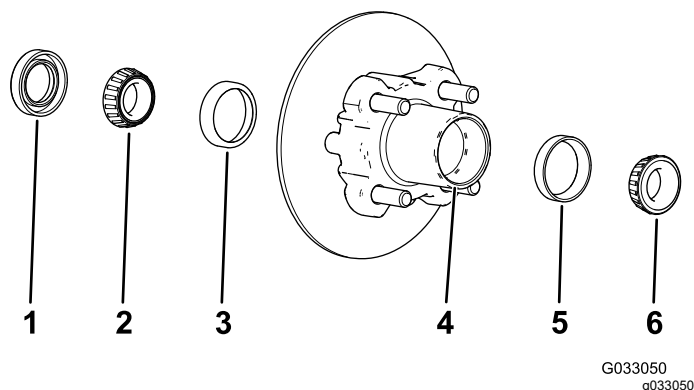

図 27
1. ハブから外側のベアリングとベアリングレースを取る 図 27。
2. ハブから、シール、内側のベアリングを外す 図 27。
5. ハブについているグリス、ごみなどをきれいに取除く 図 27。
7. キャビティの 50-80 % 程度にグリスを詰める 図 27。
8. ハブの内側に内側ベアリングを取り付け、シールをはめる 図 27。